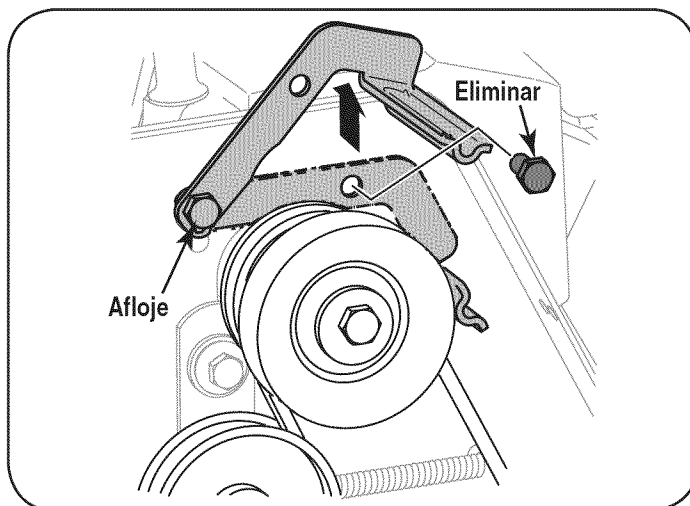

Figura 30
3. Afloje el perno se muestra en la Figura 30 poseedor asegurar el soporte de cinturón y retire el perno de otros. Empuje el soporte de cinturón y hasta poseedor de la polea del motor.